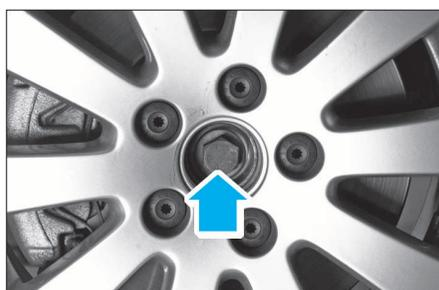

FIG. 1
- Déposer la vis de la transmission côté roue (Fig.1).